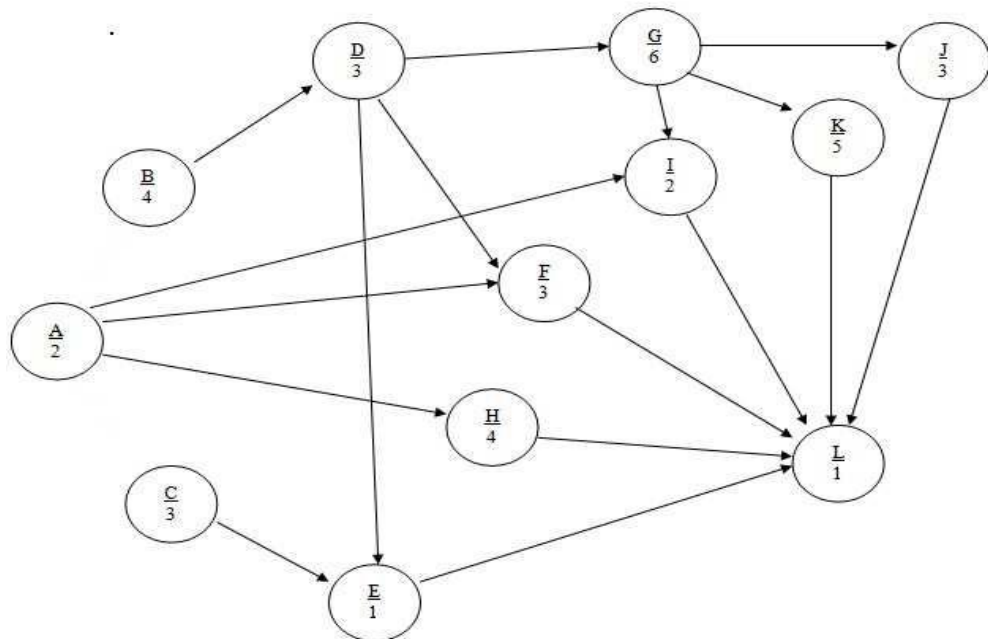

Рисунок 3.1 — Пример сетевой диаграммы проекта
*Пример 3.2.* По представленной на рис. 3.1 диаграмме рассчитаете критический путь проекта.